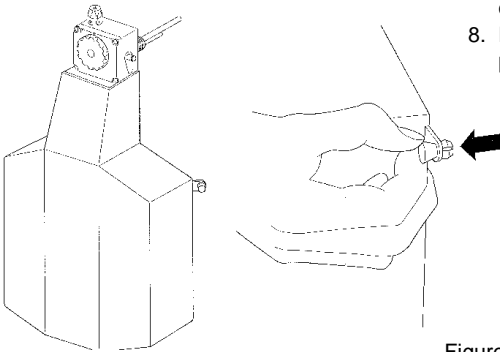

Figure 6- Otage du couvercle en plastique
2. Enlevez le couvercle en plastique (cf. figure 6).
1. Otez le couvercle en plastique (cf. figure 6).
2. Otez le couvercle en plastique (cf. figure 6).